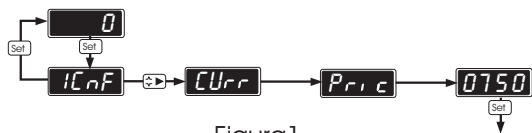

Figura 1
- 1) Introducimos el valor del primario de intensidad, disponemos de 4 dígitos, por lo que buscamos una indicación de 75.0, que sin tener en cuenta el punto decimal es 750, procederemos a programar este valor (figura 1).